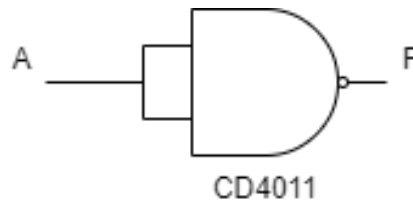

Figura 1-2. Circuito de medición 2
- 4.2 Arme el circuito mostrado en la Figura 1-2 en Multisim, llene la Tabla 1-2 según la tensión de entrada que se indica. Considere que la tensión de alimentación de la compuerta es de 10V. (Puede utilizar el tipo de simulación “parameter sweep” para agilizar sus mediciones)